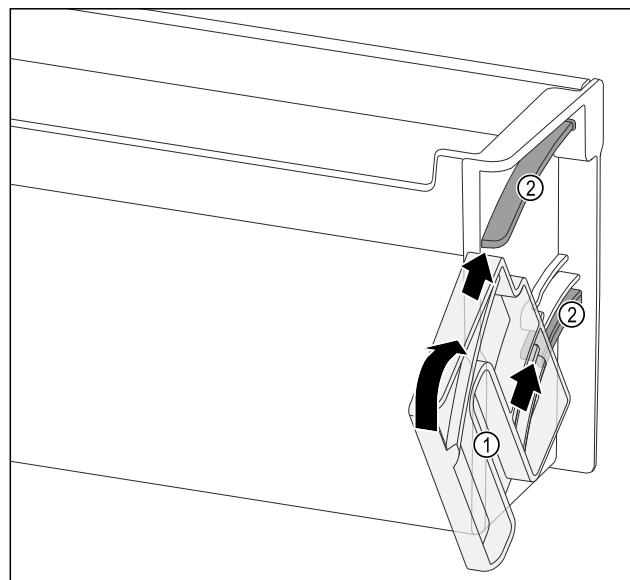

Fig. 146
- ▶ 定位旋转单元 Fig. 146 (1)，使槽正好与门边存放架的导向槽 Fig. 146 (2) 相对。
- ▶ 沿指定方向转动旋转单元 Fig. 146 (1)。